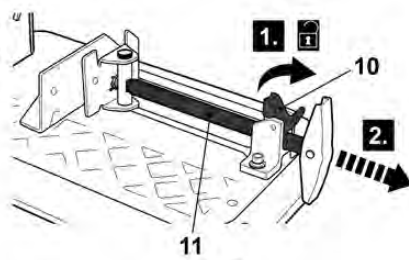

Fig. 7
- > Desacople la palanca de desbloqueo (10) y tire del tornillo de banco (11) hacia afuera (Fig. 7).